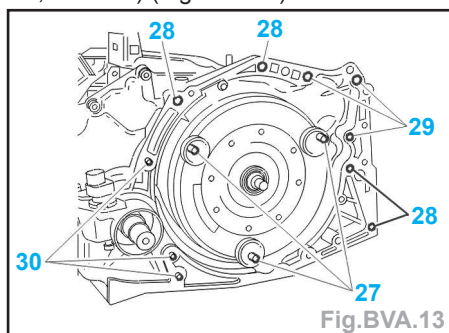

Fig. BVA.13
- Reposer les vis supérieures de fixation boîte de vitesses/moteur (28) (serrage à 5,2 daN.m) (Fig. BVA.13).